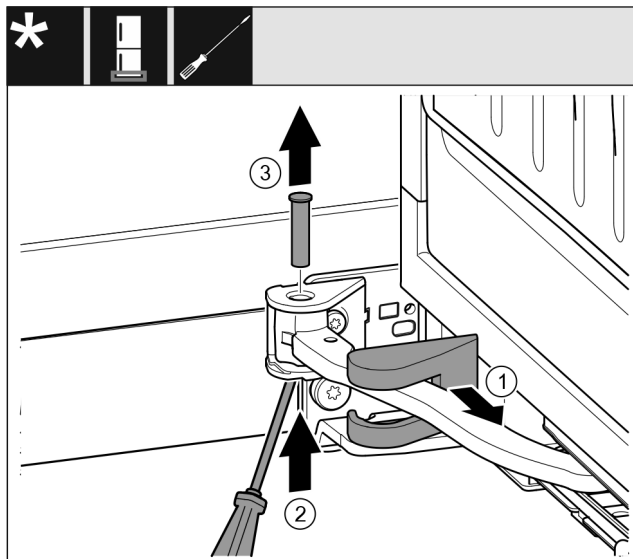

Fig. 17
- Skinite pokrov podloška ležaja Fig. 17 (1) i pomaknite ga uzduž zgloba.
- Odvijačem podignite svornjak Fig. 17 (2) odozgo.
- Izvucite svornjak Fig. 17 (3) odozgo.